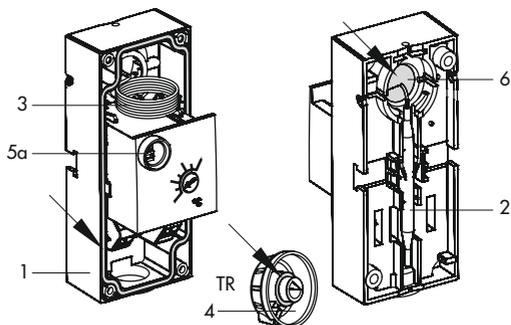

Bild 5-2: Einzelthermostat · Innenansicht
- ➔ Dichtungen im Gehäuse (1) und am Sollwertsteller des Temperaturreglers (4) nicht entfernen (vgl. Bild 5-2).
- ➔ Thermostat nur mit eingelegter Dichtung (6) betreiben (vgl. Bild 5-2).
Damit die Schutzart IP 54 erreicht wird, muss die beiliegende Dichtung montiert werden (vgl. Bild 5-2).